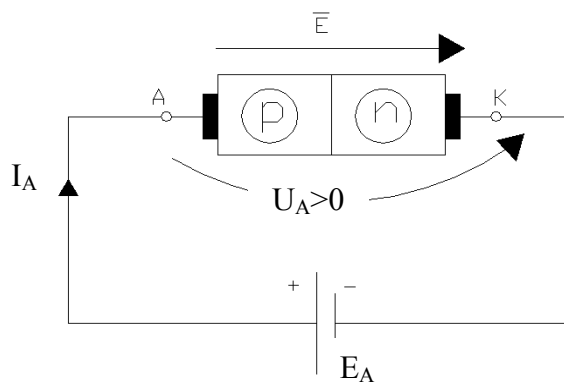

Fig. 2.2.
- a) Joncțiunea pn polarizată direct (fig. 2.2). Joncțiunea pn conduce și prin joncțiune apare un curent I_A datorat purtătorilor de sarcină majoritari.